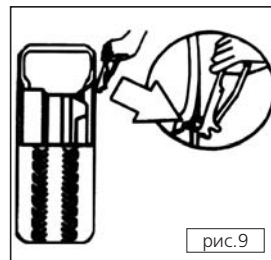

рис.9
2. Снимите балансировочные грузы с внешней стороны обода (рис.9).